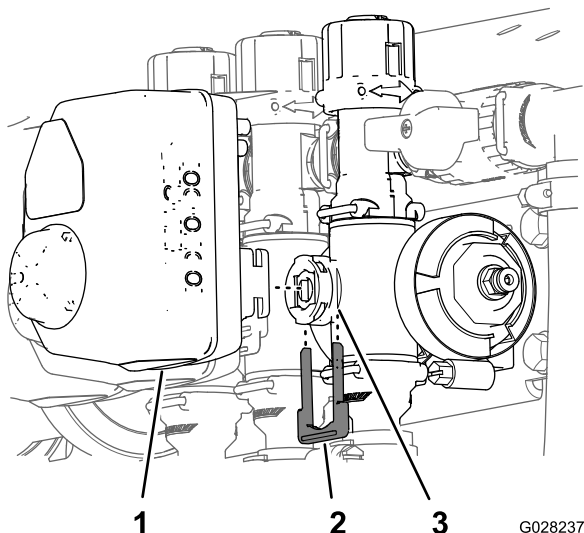

Bild 3
- Entfernen Sie den Halter, mit dem der Aktuator am Verteilerventil für das Abschnittventil oder das Rührwerkventil befestigt ist (Bild 3).